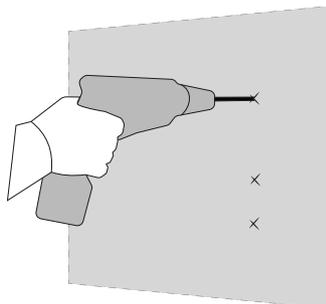

Figura 5:
3. Praticare i fori necessari sulla superficie di montaggio facendo riferimento ai segni e inserire i tasselli. Vedere Figura 5.